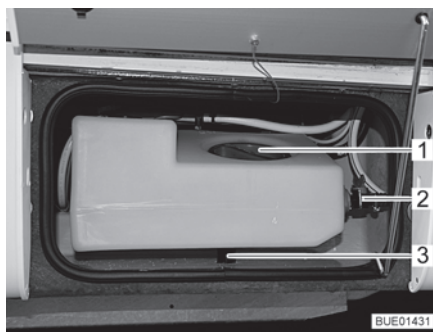
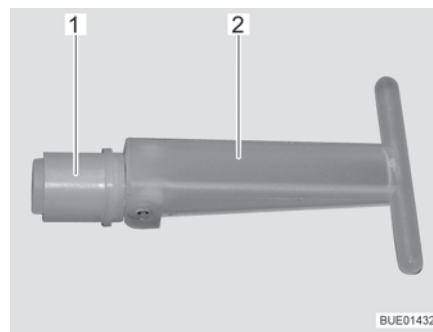

Fig. 163 Depósito de agua adicional
Fig. 164 Tapón de cierre
Al estar abierta la válvula de descarga (Fig. 163,2), la cantidad de llenado estará limitada a aprox. 30 l; el agua excesiva saldrá. Si la válvula de descarga está cerrada, estará a disposición el volumen completo del depósito.
Si se retira el tapón de cierre (Fig. 164,1) en el interior del depósito de agua adicional, el agua saldrá a través del desagüe (Fig. 163,3). Al tapón de cierre se tiene acceso a través de la abertura de servicio (Fig. 163,1).
- Asegurar que el tapón de cierre (Fig. 164,1) en el depósito de agua adicional esté cerrado (el asidero (Fig. 164,2) está plegado).
- Asegurar que esté cerrada la válvula de descarga (Fig. 163,2).
- Abrir la abertura de servicio (Fig. 163,1) del depósito de agua adicional.
- A través de la abertura de servicio, poner el asidero (Fig. 164,2) del tapón de cierre (Fig. 164,1) en posición vertical y extraer el tapón de cierre.